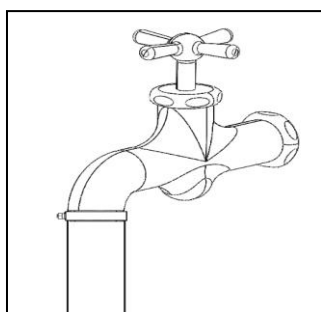

Fig. 2
3. Préparez un tuyau. Fixez le tuyau à une conduite d'eau principale (Fig. 2).